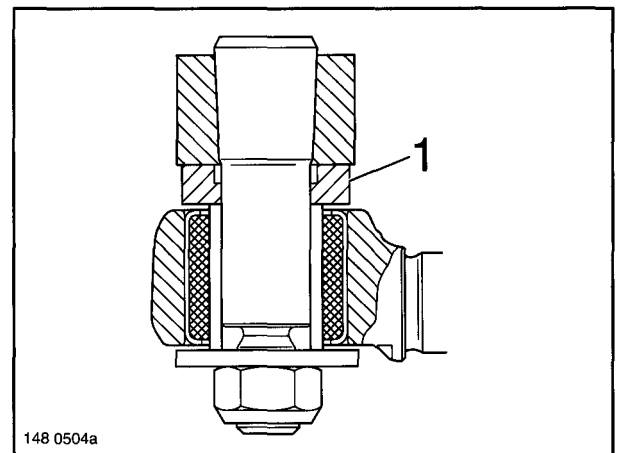

Fig. 7
- (3) Depending upon the track rod length, fit shims (Fig. 7/1).
- (3) Positionner la barre d'accouplement à l'aide de bagues d'écartement (figure 7/1).
- (3) Je nach Spurstangenlage Distanzringe (Fig. 7/1) montieren. Spurstange an einer Seite lagerichtig auf den Gewindebolzen aufschieben, andere Seite durch Drehen am Spurstangenrohr **genau** auf die Bohrung im Lenkhebel ausrichten. Gewindebolzen montieren.